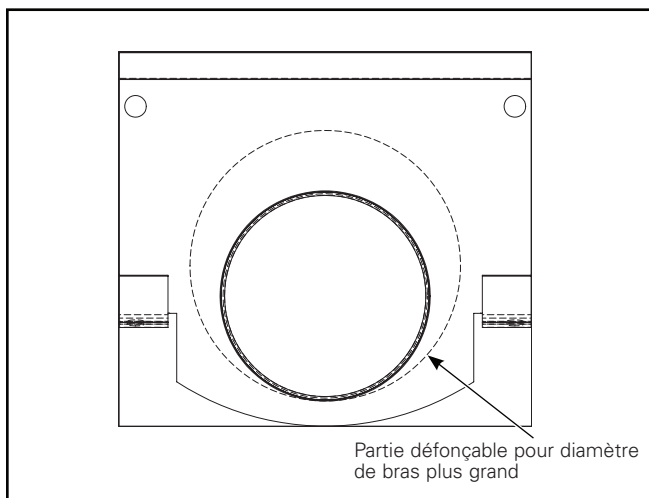

Figure 3.
**Note:** Un dispositif de protection contre les oiseaux préconfiguré est fourni pour convenir à un diamètre de bras de montage de 38,1 mm (1 1/2 po). Retirez la partie défonçable du dispositif de protection contre les oiseaux lorsque vous utilisez les bras de montage ayant un diamètre plus grand. (Figure 3)